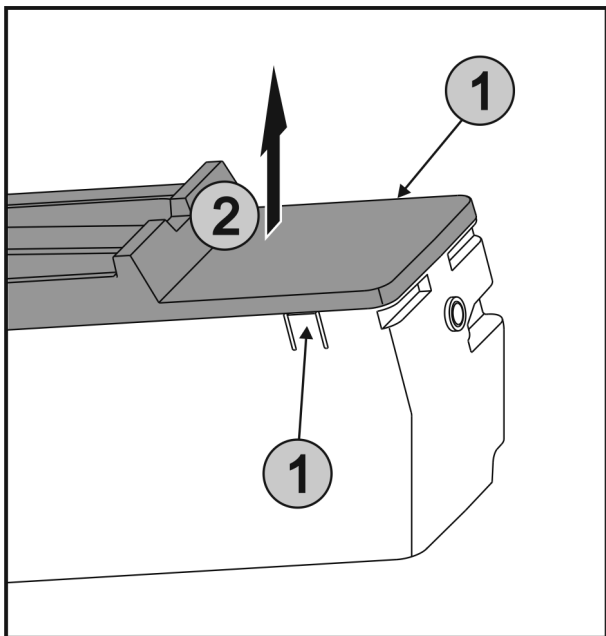

Fig. 35
- ▶ Натиснете едновременно езичетата Fig. 35 (1) от двете страни на EasyTwist-Ice и свалете капака Fig. 35 (2) нагоре.